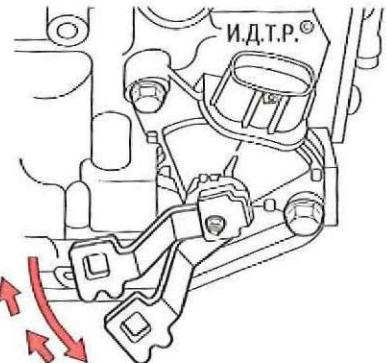

Рис. 6.24. Перемещение рычага приводного вала
4. Переведите рычаг приводного вала до упора вниз (рис. 6.24).